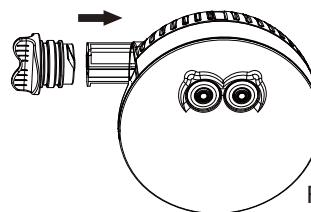

Figura 3
3. Reinstalar o suporte da bateria (2) dentro do corpo do diodo emissor de luz de acordo com a orientação (veja a Figura 3).